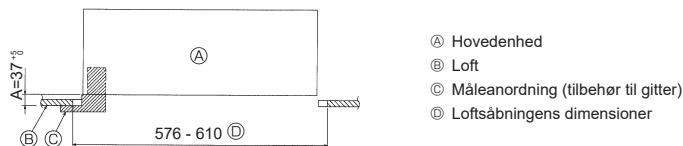

Fig. 4-6
- Hvis hovedenheden ikke kan justeres i forhold til monteringshullet i loftet, kan den justeres vha. et langhul i monteringspladen. (Fig. 4-6)